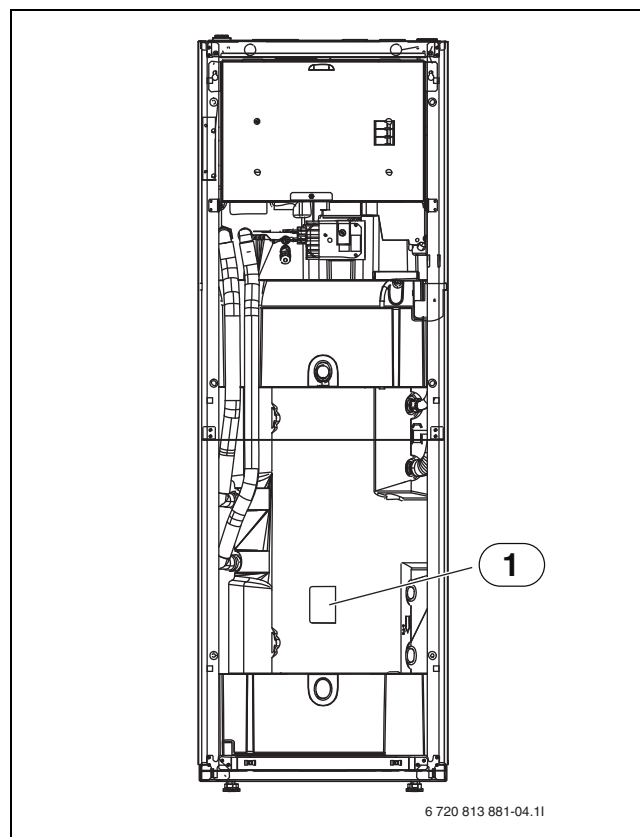

Рис. 12 Датчики TW1 и TS2
- ▶ Установка датчика TS2 температуры бака-водонагревателя (→ рис. 12).